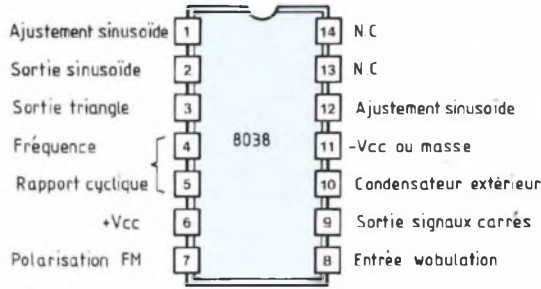

Fig. 2 : Brochage du circuit Intersil ICL 8038.
**DIAGRAMME DE CONNEXIONS** (en vue de dessus à la fig. 2)